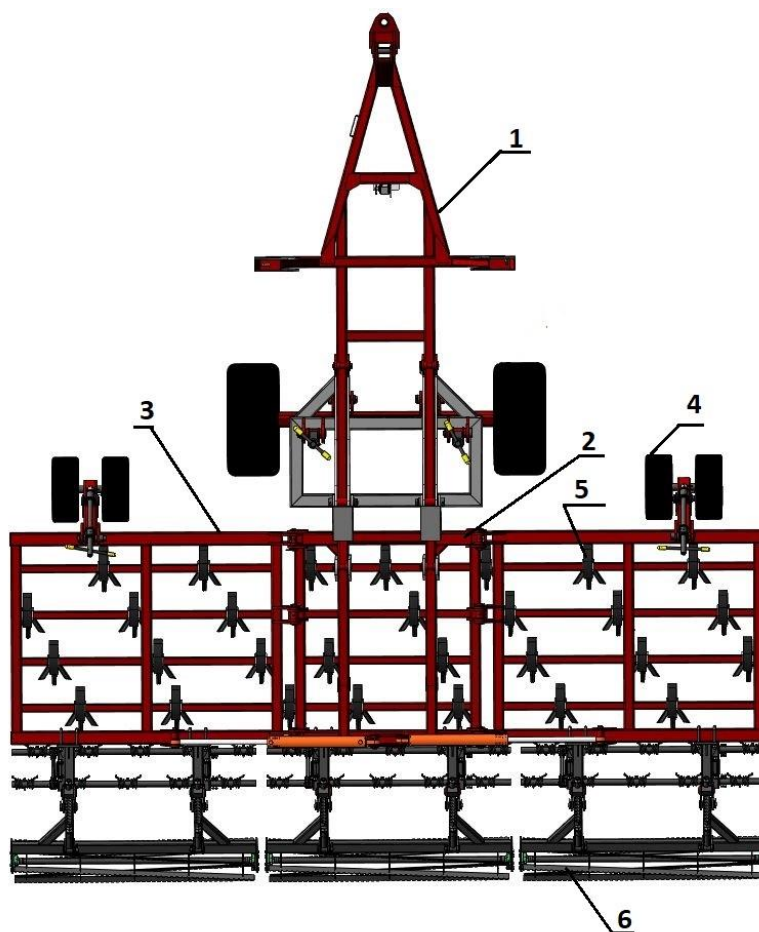

Рисунок 1 – Общий вид культиватора в рабочем положении
3.1 Культиватор КПМ представляет собой прицепной агрегат, состоящий (рисунок 1) из сниги 1, центральной секции 2, двух боковых секций 3 и гидросистемы.